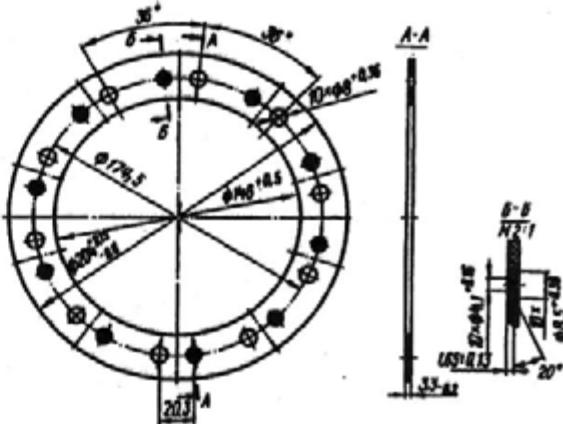

Рис. 93. Фрикционная накладка ведомого диска сцепления
- пользуясь ведомым диском как кондуктором, просверлите в новых фрикционных накладках двадцать отверстий, как показано на рис. 93;